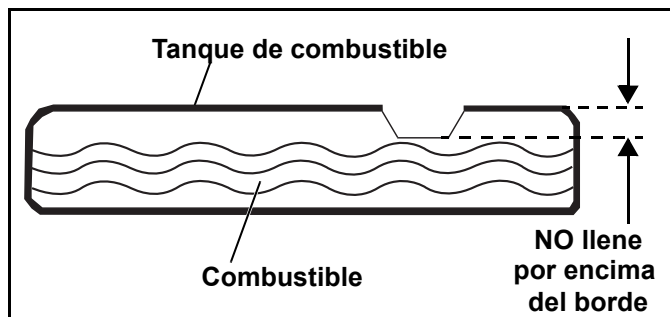

Figura 3-9. del tanque de combustible
3. Lentamente añada gasolina al tanque de combustible para evitar derrames. Vea la Figura 3-9.